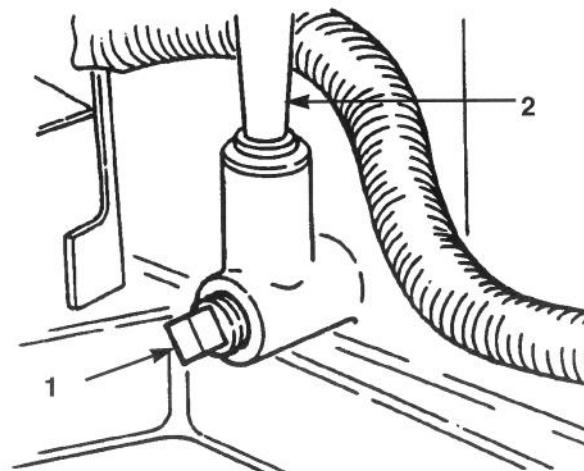

Bild 33
4. Eine Ölwanne unter Ölmeßstab/Füllrohr stellen und die Ablaßschraube entfernen (Bild 33).